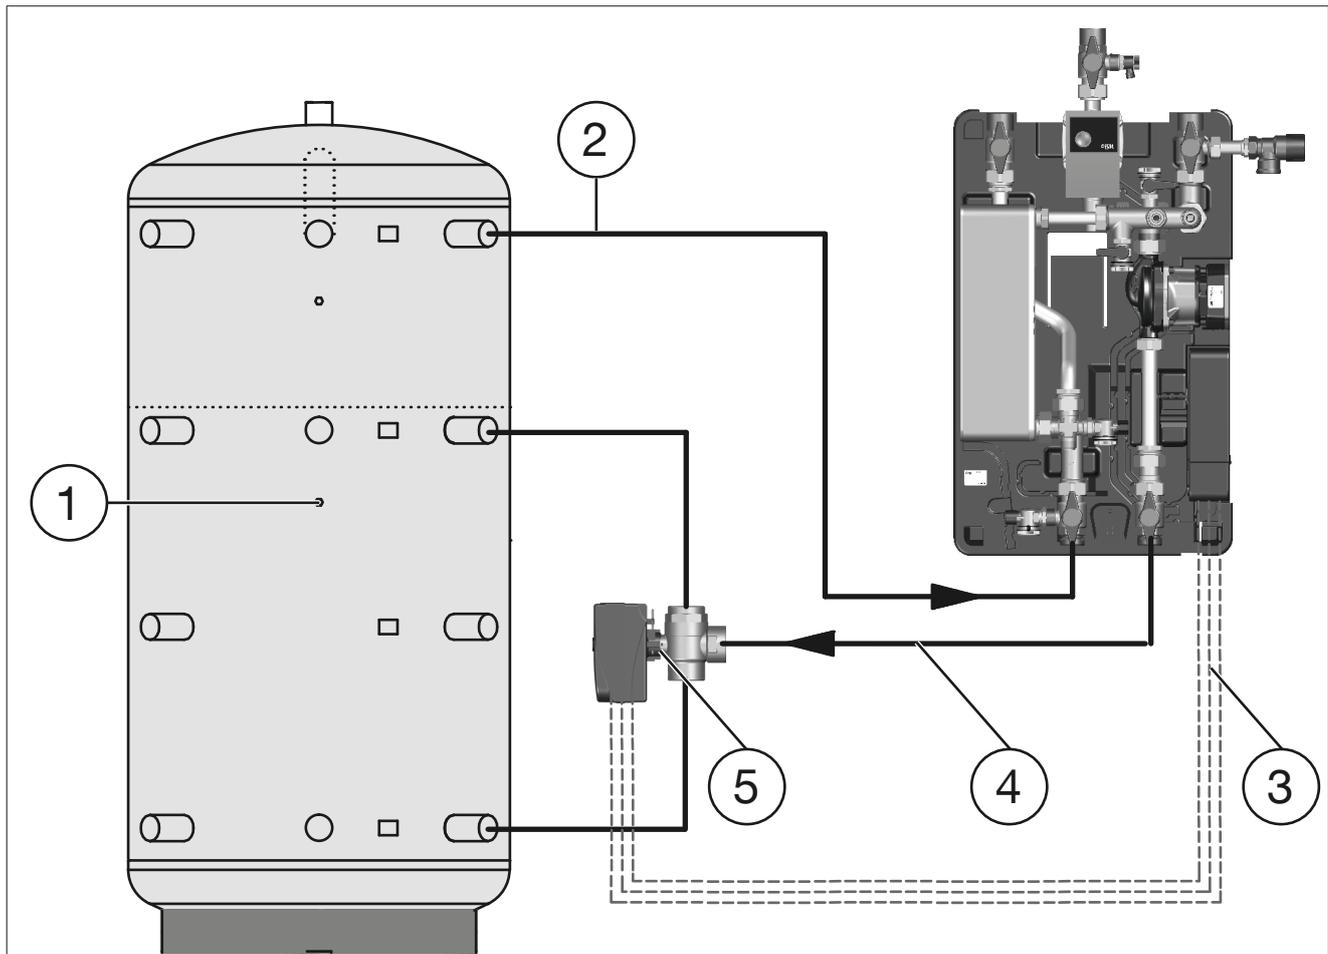

Abb. 4: Anlagenschema
5. Montieren Sie das Rückschichtventil wie in Abb. 4 auf Seite 8